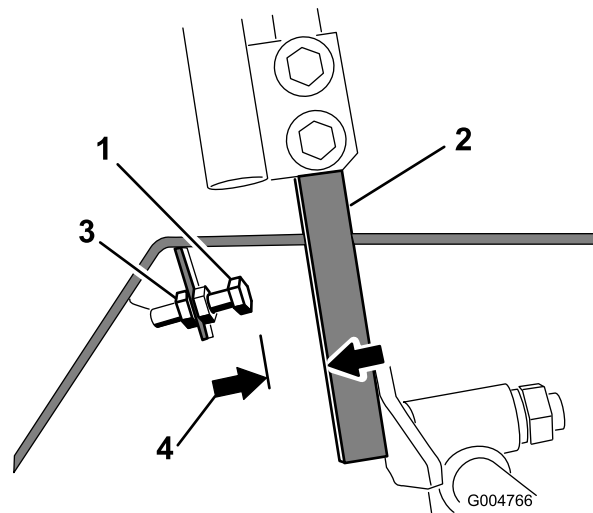

Рисунок 54
4. Ослабьте контргайку на упорном болте рычага управления (Рисунок 54).